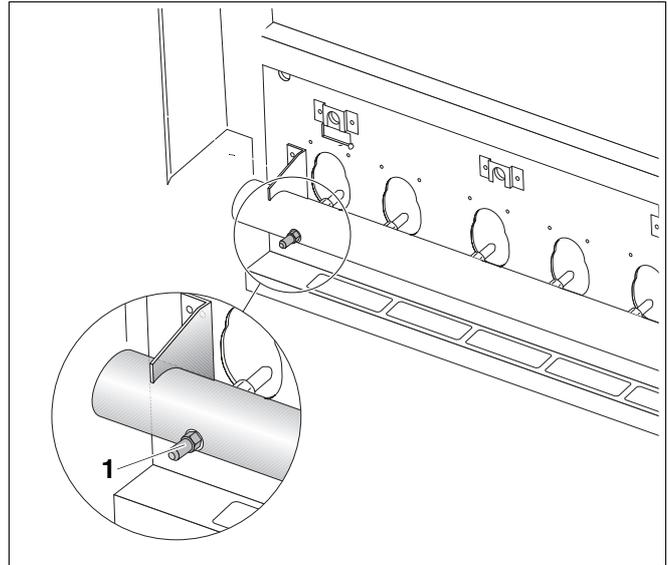

Fig. 26 Misurare la pressione agli ugelli
- Allentare di due giri la vite di chiusura del nippel di prova sul tubo di distribuzione del gas (fig. 26, **pos. 1**).
- Inserire il tubo di misura del manometro ad U sul nippel di misura (fig. 26, **pos. 1**).